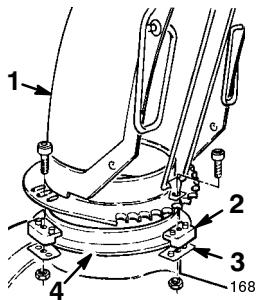

Figure 6
1. Enduisez la couronne d'éjecteur d'une légère couche de graisse pour basse température (Fig. 6).
2. Posez l'éjecteur sur l'ouverture d'éjection, côté ouvert vers l'avant, en faisant reposer les cales en plastique sur la couronne (Fig. 6).
4. Serrez la vis à métaux et son écrou, du côté gauche, pour amener la plaque de retenue de l'éjecteur contre la cale d'éjecteur en matière plastique et fixer l'éjecteur à la couronne (Fig. 6).
5. Poussez les cales d'éjecteur de droite vers l'éjecteur et serrez la vis à métaux (Fig. 6).
6. Vérifiez que l'éjecteur tourne librement sur la couronne. S'il gripe, déplacez la cale d'éjecteur de droite vers l'extérieur (Fig. 6).